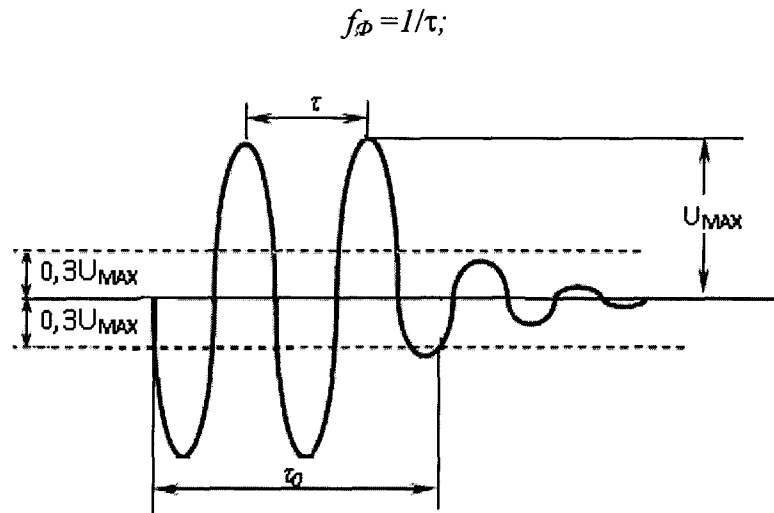

Рисунок 8.1
- е) измерить осциллографом амплитуду U_{MAX} , В, зондирующих импульсов (рисунок 8.1);
- ж) измерить длительность τ_0 , мкс, зондирующих импульсов на уровне $0,3U_{MAX}$ (см. рисунок 8.1);
- з) измерить осциллографом временной интервал τ , мкс, между первым и вторым максимумами зондирующего импульса (см. рисунок 8.1);